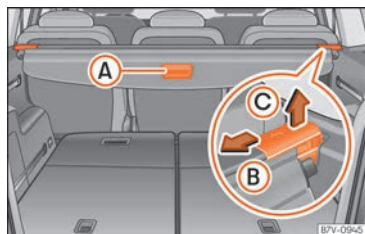

**Fig. 141** En el maletero: bandeja del maletero.
- Tire del asidero de la bandeja » » » fig. 141 (A) un poco hacia atrás.
- Desbloquee la bandeja en la dirección de la flecha » » » fig. 141 (B).
- Presione la bandeja en el sentido que indica la flecha »» fig. 141 (B).
- Desbloquee la bandeja en el sentido de la flecha »» fig. 141 (B) y levántela en el sentido de la flecha (C).